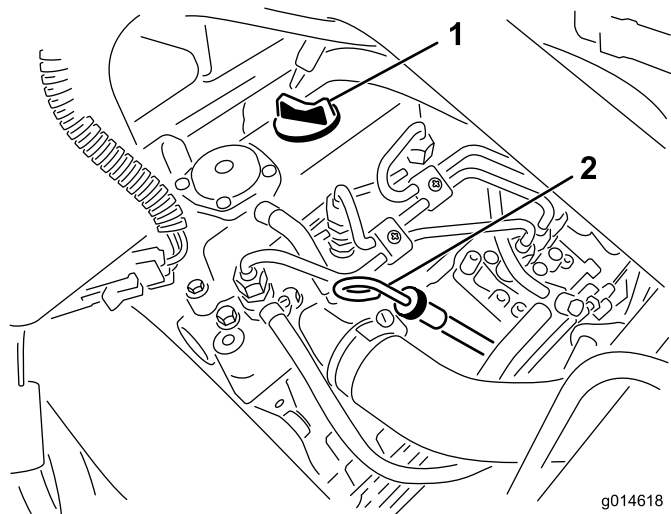

图25
2. 取出量油尺，用干净的抹布擦拭（图25）。将量油尺插入量油尺管道中，并确保它完全插入。从量油尺管道取出量油尺，查看油位。如果油位较低，请从气门室盖上拆下加油颈盖，然后**缓慢**添加足够机油，将油位水平提高到量油尺上的 Full（已满）标记。在此过程中应缓慢添加机油并不时检查油位。**切勿过量添加。**